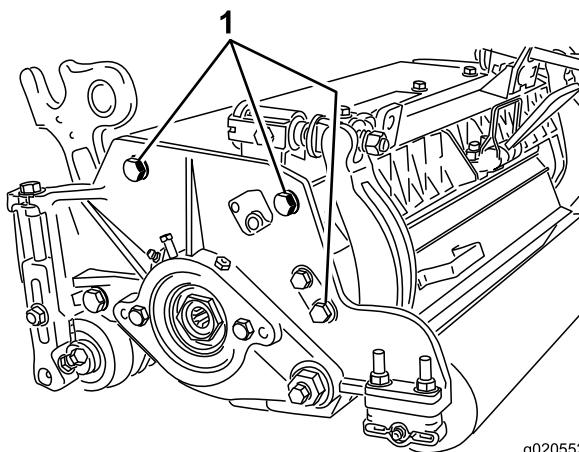

**Figure 19**
1. Réglez les supports du rouleau arrière (Figure 19) à la plage de hauteur de coupe voulue en positionnant le nombre correct d'entretoises sous le rebord de la plaque latérale (Figure 19) en vous reportant au tableau des hauteurs de coupe.